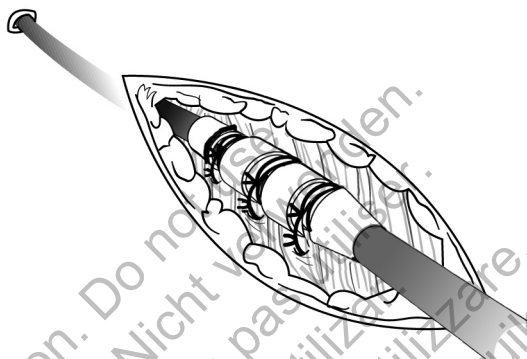

Figure 11. Exemple de technique d'implantation par voie percutanée avec manchon de suture
1. Peler la gaine du désilet et glisser le manchon de suture profondément dans les tissus (Figure 11 Exemple de technique d'implantation par voie percutanée avec manchon de suture en page 27).